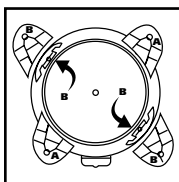

FIGURA 5
5. Tome las bases con las ruedas marcadas con la letra **B** y colóquelas en la parte frontal derecha y en la parte posterior izquierda del depósito que también están marcadas con la letra **B**. **FIGURA 5**.